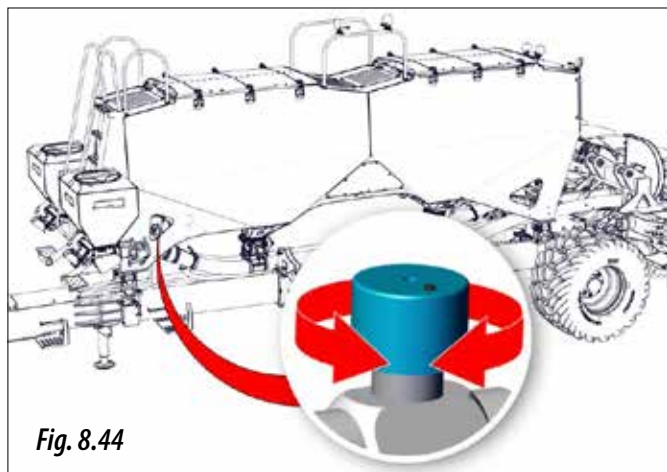

Fig. 8.44
ÎN CAZUL ÎN CARE TURAȚIA NU POATE FI REGLATĂ DE PE TRACTOR, REGLAȚI TURAȚIA TURBINEI PRIN INTERMEDIUL REGULADORULUI DE DEBIT (FIG. 8.44).
- 1- Deschideți complet regulatorul de debit situat pe turbină. (Fig. 8.44).